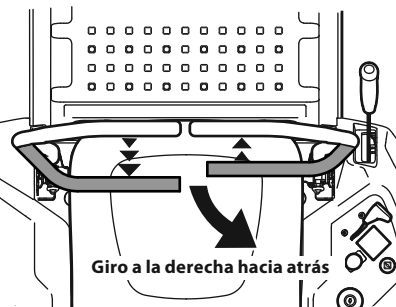

Figura 26
2. Para girar a la derecha mientras se desplace marcha atrás, mueva la palanca de control del lado derecho hacia adelante respecto de la palanca de control de la transmisión izquierda. Consulte la Figura 26. **Cuanto** mayor sea la distancia entre las dos palancas de control de la transmisión de barras de seguridad, más cerrado será el giro que dará el tractor.